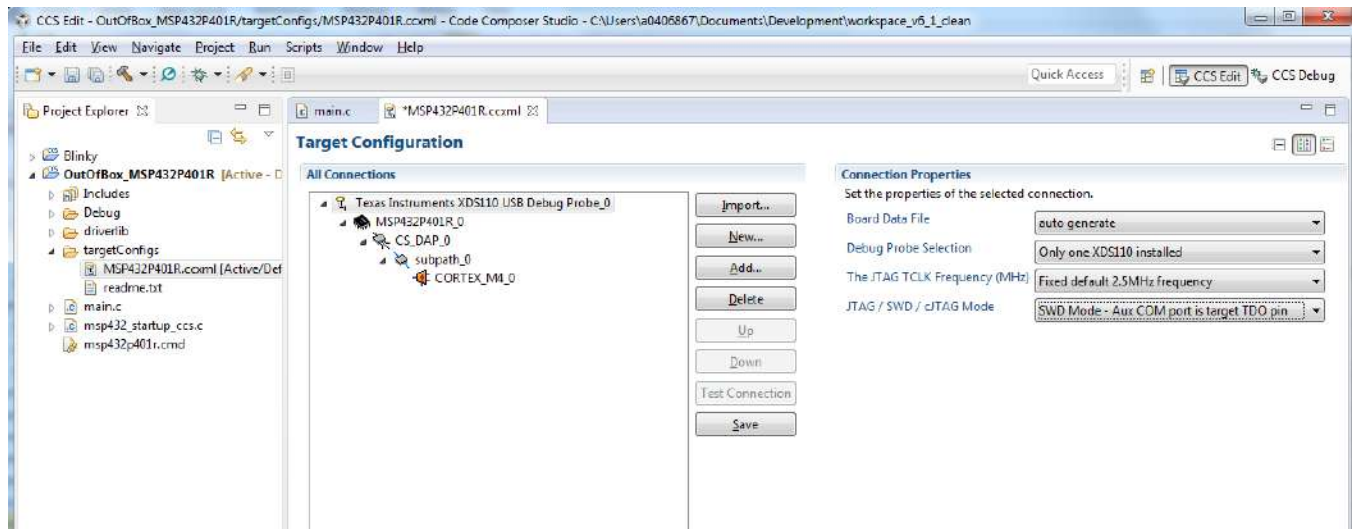

Figure 14. Connection Properties
3. 图14显示了连接属性。在JTAG / SWD模式下，选择SWD模式 - 辅助COM端口是目标TDO引脚。